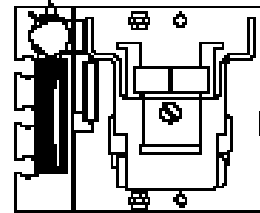

Figura 2
2. Pegue el interruptor a los clips B usando una cola del tipo DuPont Duco, Goodyear Pliobond®, Shellac o equivalente, consulte la Figura 2.